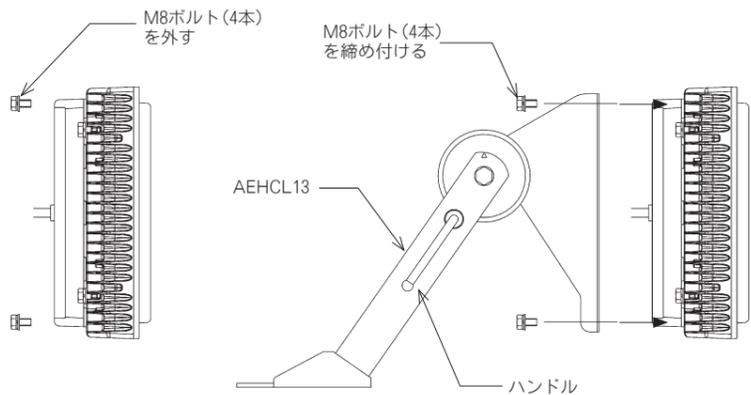

図12
- 器具に付属されているM8ボルト4本を外してください。(図12)